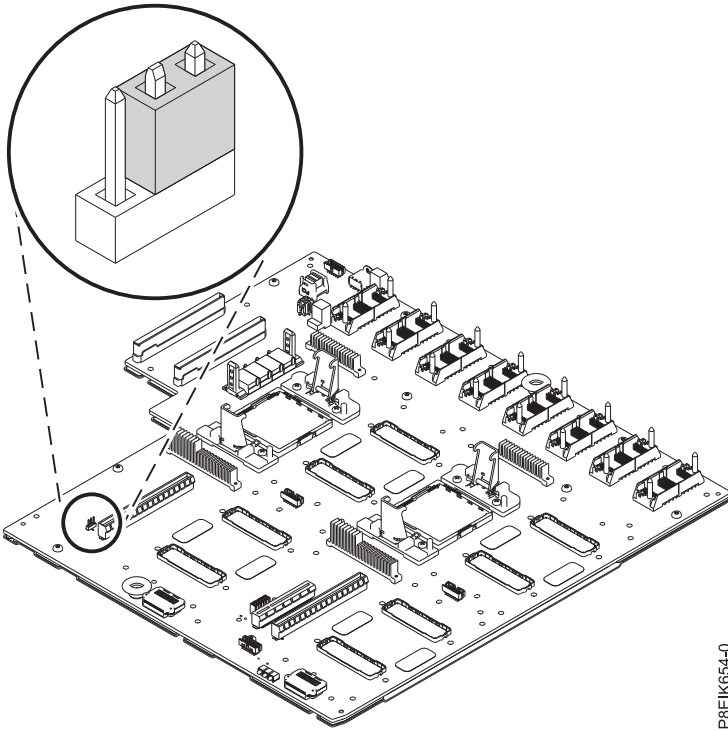

Figure 151. Cavalier en position "refroidissement par eau"
8. Vérifiez que le cavalier illustré figure 151 est sur la position "refroidissement par eau".
Si la valeur renvoyée est **not** `0x0180`, vous devez corriger le paramètre du cavalier, comme indiqué à l'étape 8, à la page 134 de la rubrique figure 151, à la page 134.